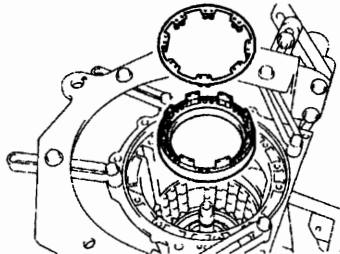

图 12-1-40
(47) 如图 12-1-40 所示, 从变速器壳上拆下制动活塞回位弹簧、1 号制动活塞及 1 号制动缸。